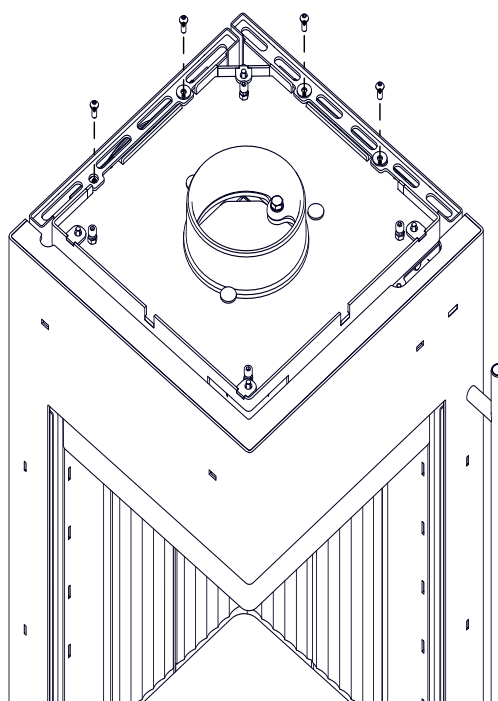

Abb.1
- 4x Befestigungsschrauben für Rück- und Seitenwand an der Oberseite abschrauben (siehe Abb.1).